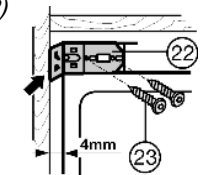

Fig. 11
- Atornille la brida en U Fig. 11 (22) con tornillos Fig. 11 (23).